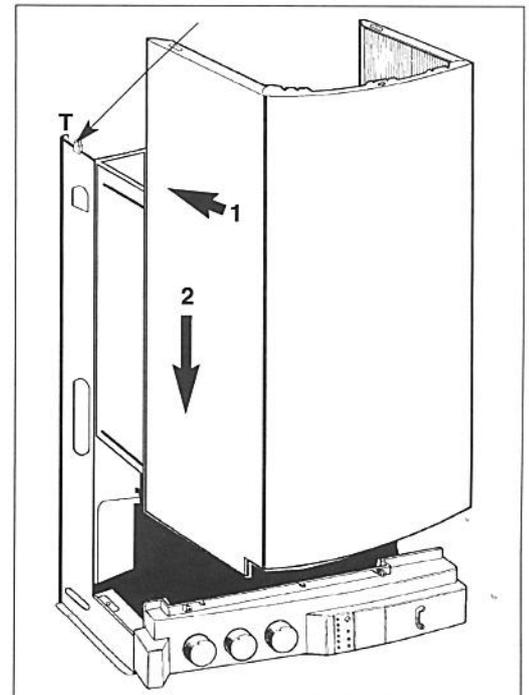

Fig. 20a
- Presentar la carcasa (fig. 20a).